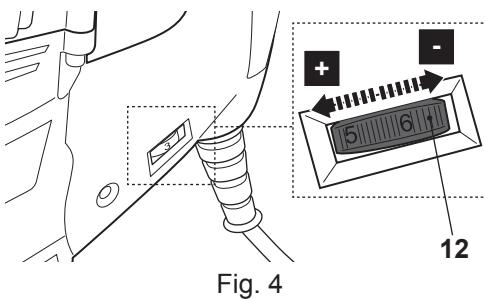

Fig. 4
- > Gire o seletor de velocidade (12) para a esquerda para aumentar a velocidade de rotação máxima (Fig. 4).
- > Gire o seletor de velocidade (12) para a direita para diminuir a velocidade de rotação máxima (Fig. 4).